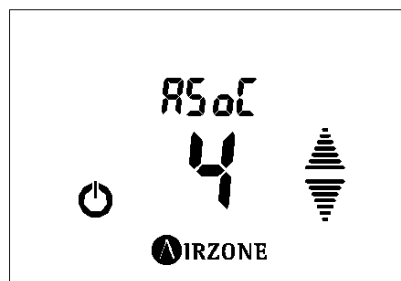

Fig. 73
- o **Asociar una salida de control secundaria:** Si desea añadir una salida de control más, seleccione  y pulse el icono  para acceder al menú de asociación (Fig.73). Si no le aparece esta opción significa que no hay salidas disponibles para asociar. Mediante las flechas   indique el valor que desea asociar y pulse  para confirmar. A continuación, el menú le mostrará el